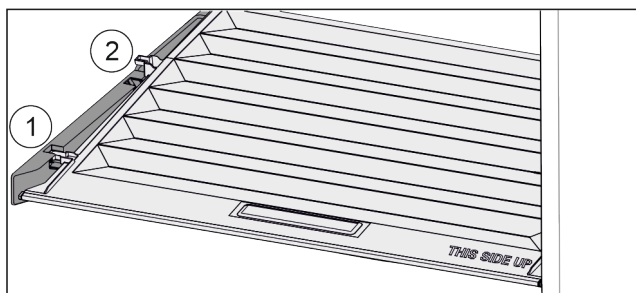

Fig. 27
- ▶ Vytáhněte víko dopředu až k otvoru v předních dílech Fig. 27 (1).
- ▶ Vzadu zespuďu nadzvedněte a vyjměte směrem nahoru Fig. 27 (2).